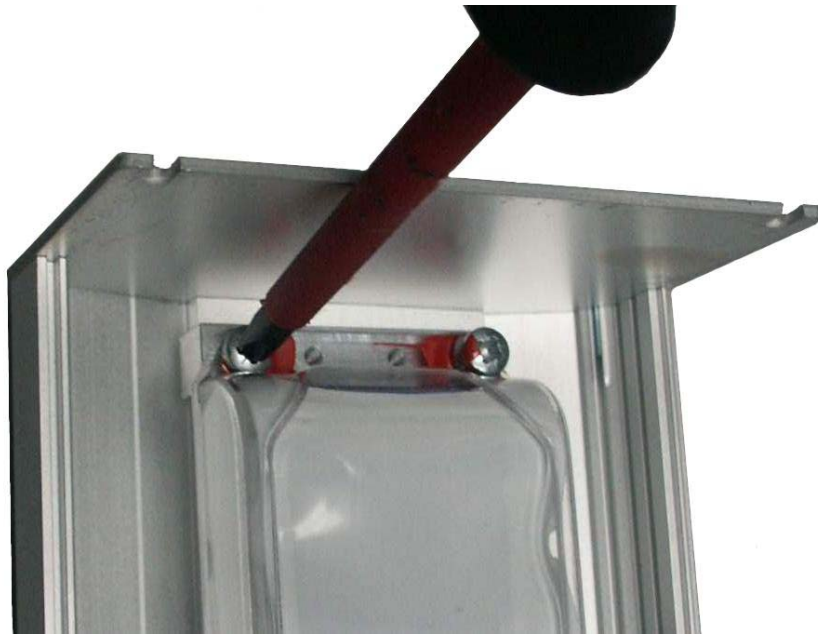

Abb. 6: Akkupaket der RTU A740
3. Lösen Sie die vier Schrauben der Plastikabdeckung, die das Akkupaket auf seinem Platz hält, und nehmen Sie dann die Abdeckung ab. Abb. 6 zeigt das Akkupaket der A740 in der RTU.